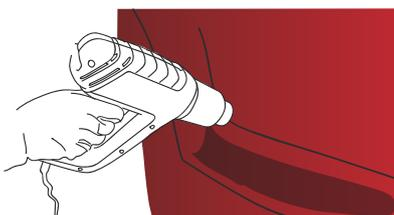

Figure 11
- ▶ Cuando se haya terminado, recaliente todas las partes huecas que hayan sufrido una fuerte deformación a 80 °C o 90 °C para termoformar el producto definitivamente. (FIG. 11)